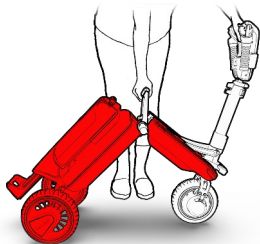

Figura 9
- Utilizando la manija principal, tire del cuerpo principal para alejarlo de la varilla, haciendo rodar las ruedas traseras alejándolas de la rueda delantera (vea la Figura 9).